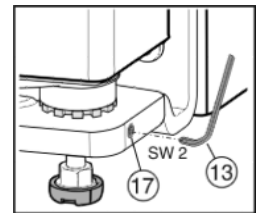

Fig. 17
- De borgpen Fig. 17 (17) een stukje uitdraaien (ongeveer een slag).
- Borgpen Fig. 17 (17) weer aandraaien om de lagerbout vast te zetten.